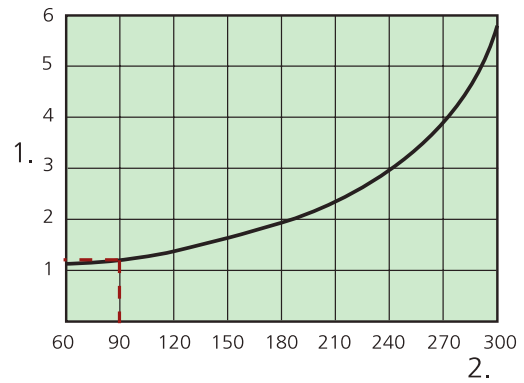

Abbildung 2. Korrekturfaktor für Abblendung.
- dB(A) gilt für normalgedämpften Raum (4 dB Raumdämpfung).
- Bezüglich des Korrekturfaktors für abgeblendetes Strahlprofil, siehe Diagramm und Beispiel zuletzt nach den Auslegungsdiagrammen. Siehe Abbildung 2.